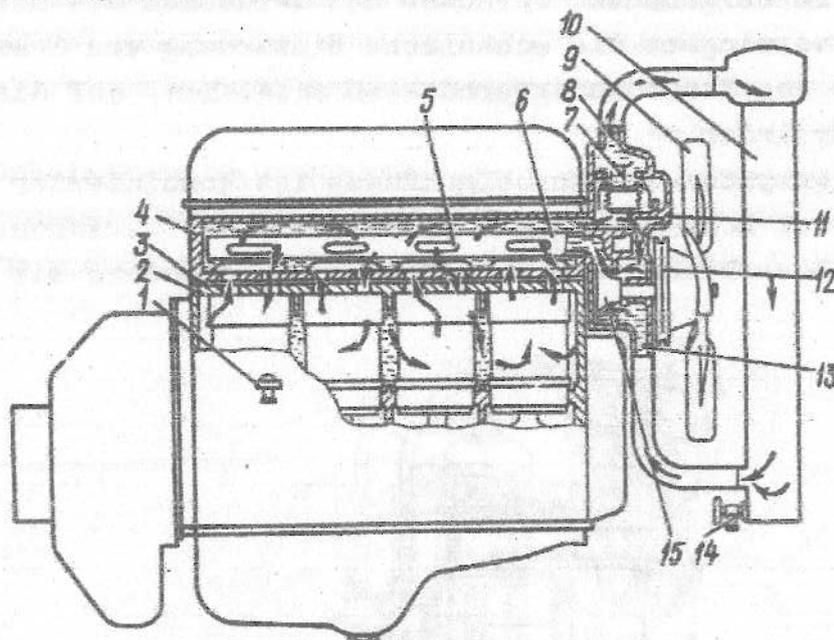
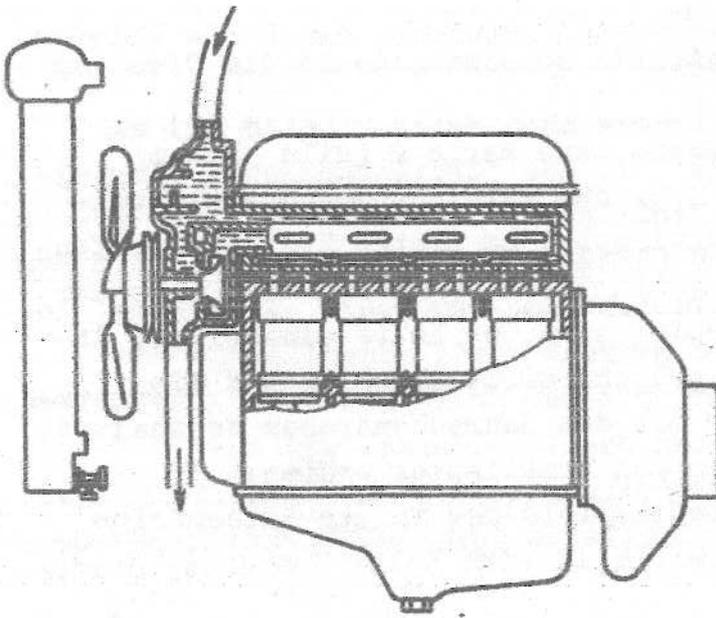

Bild 20. Kühlanlage des Motors:
Bild 34. Spülen des Kühlmantels des Motors
Die Kühlanlage des Motors ist schematisch in Bild 20 dargestellt.
4. Vor Beginn der Sommerbetriebssaison die Kühlanlage des Motors mit reinem Wasser spülen, um Kesselstein und Bodensatz zu entfernen. Der Motor ist gesondert vom Kühler zu spülen. Bevor der Motor gespült wird, den Thermostat 7 (Bild 20) aus dem Stutzen entfernen. Die Richtung des Wasserstrahls beim Spülen ist in Bild 34 gezeigt.